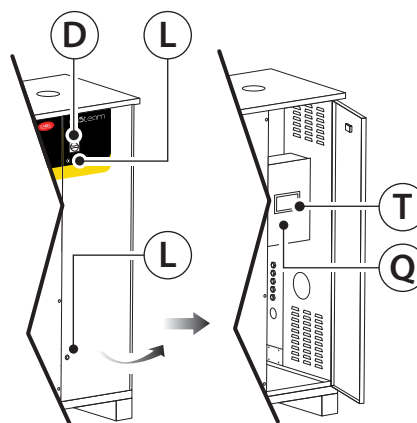

Рис. 4.l
31. Открутите винт (В — рис. 4.k) и откройте дверцу, чтобы получить доступ к электрической секции (Q — рис. 4.k).
1. Выключите выключатель (D - рис. 4.k), чтобы обесточить увлажнитель;